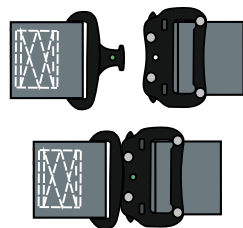
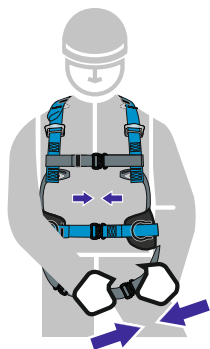

рис. 6
рис. 7
6. Протянуть по очереди набедренные лямки между ног (**рис. 7**) и застегнуть пряжки (**рис. 6**).